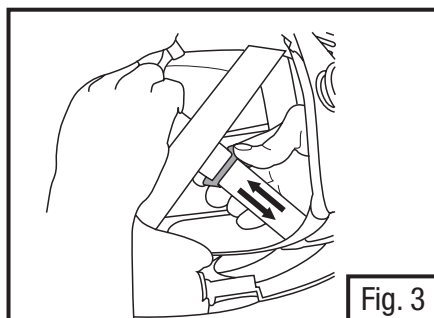

Fig. 3
- b. **Pièce faciale de série M-100 seulement** : Les courroies en tissu de la pièce faciale M-100 peuvent être réglées en faisant glisser le verrou bleu de la courroie situé sur la courroie centrale (Fig. 3). Faire glisser la boucle vers l'arrière de la pièce faciale pour serrer les courroies et relever la pièce faciale sur la tête. Faire glisser la boucle vers l'avant de la pièce faciale pour desserrer les courroies et abaisser la pièce faciale sur la tête.